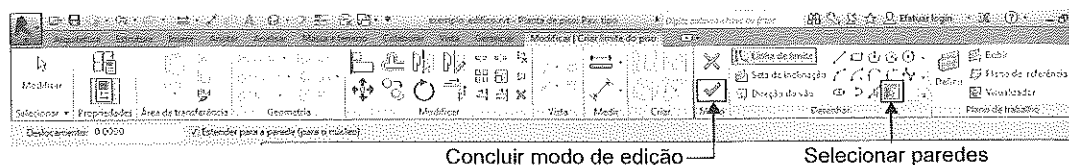

Figura 9.3 – Aba Modificar | Criar limite do piso - seleção de paredes.
1. Em seguida, temos duas opções, sendo selecionar paredes preexistentes ou desenhar o contorno com os comandos **Linha**, **Arco**, **Círculo**, **Polígono** etc. no painel **Desenhar** e compor a poligonal do piso. Esse modo chama-se **Edição**. Neste exemplo, vamos selecionar as paredes do desenho. Na barra de status existe a solicitação **“Selecione paredes para criar linhas”**. Se não houver, escolha a ferramenta **Selecionar paredes** no painel **Desenhar**, como destaca a Figura 9.3. Clique com o mouse na parede e uma linha rosa salienta a parede selecionada. Pode ser que a linha selecionada não seja a desejada; por exemplo, às vezes pode ser selecionada a linha de dentro da parede, mas desejar a de fora, como no desenho a seguir. Neste caso, clique nas setas azuis e a parede selecionada se inverte.